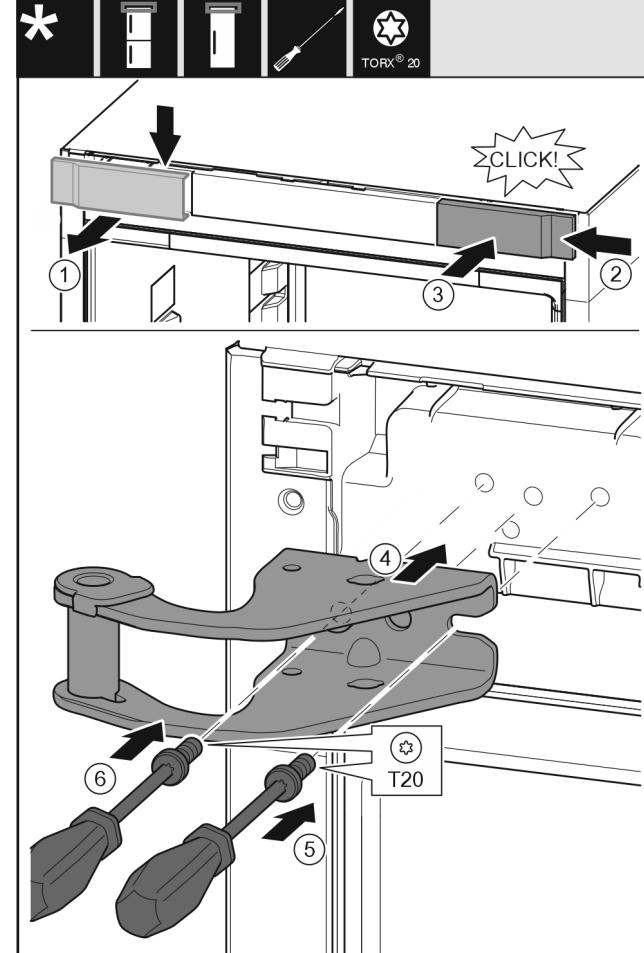

Fig. 19
- ▶ Зніміть кришку вгорі вперед. Fig. 19 (1)
- ▶ Почепіть кришку, що повернута на 180°, з іншого боку праворуч. Fig. 19 (2)
- ▶ Зафіксуйте кришку. Fig. 19 (3)
- ▶ Встановіть верхній опорний кронштейн. Fig. 19 (4)
- ▶ Встановіть та закрутіть гвинт за допомогою викрутки T20. Fig. 19 (5)
- ▶ Встановіть та закрутіть гвинт за допомогою викрутки T20. Fig. 19 (6)